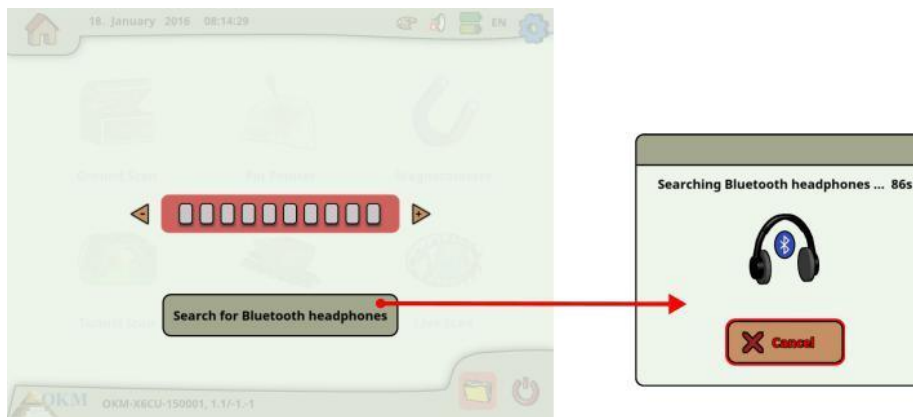

Figura 5.7: El emparejamiento de los auriculares Bluetooth
4. Ahora el cuadro de diálogo de la figura 5.7 aparece con una cuenta atrás de 90 segundos en el que la unidad de control eXp 6000 es la búsqueda de los auriculares Bluetooth disponibles. Asegúrese de que los auriculares Bluetooth están todavía en el modo de emparejamiento.